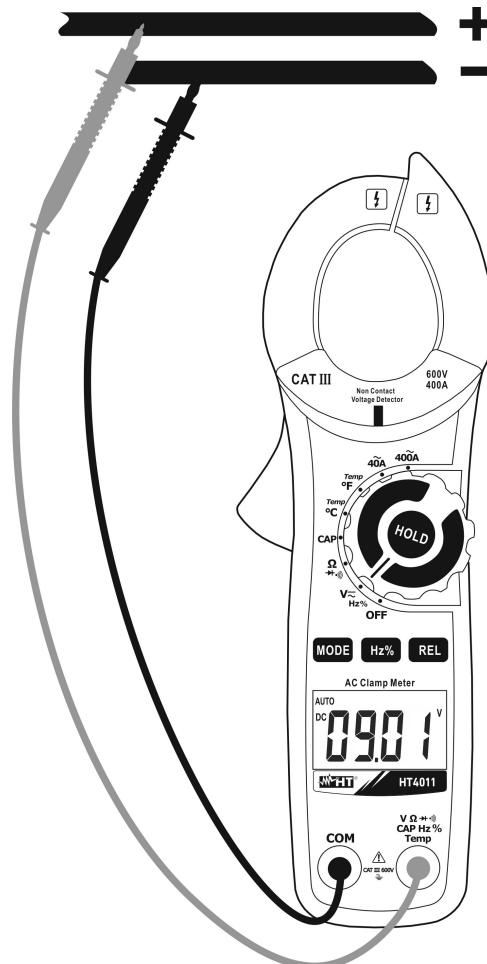

Abb. 2: Verwendung der Zange für Gleichspannungsmessung
2. Verbinden Sie die rote Messleitung mit der **V Ω → CAP Hz % Temp** Eingangsbuchse, und die schwarze Messleitung mit der **COM** Eingangsbuchse (Abb. 2).